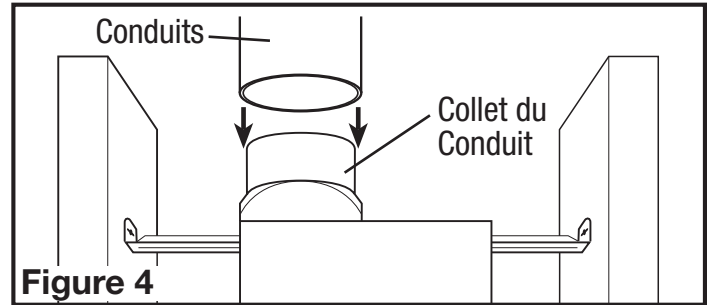

Figure 4
**NOTE:** UN CONDUIT PLUS RIGIDE DE 4 PO (LS) OU 6 PO (LS6, LS6H) OU PLUS EST RECOMMANDÉ POUR UNE MEILLEURE PERFORMANCE.
- Branchez la canalisation de grandeur appropriée (AKLS – circulaire de 4", AKLS6, AKLS6H – circulaire de 6") au collet du conduit du ventilateur (**Figure 4**). Fixez en place avec du ruban adhésif ou d'une pince à vis. Toujours évacuer le ventilateur à l'extérieur à travers le mur ou un chapeau de toiture. Il est recommandé que les raccords d'extrémité basse de restriction sont utilisés.